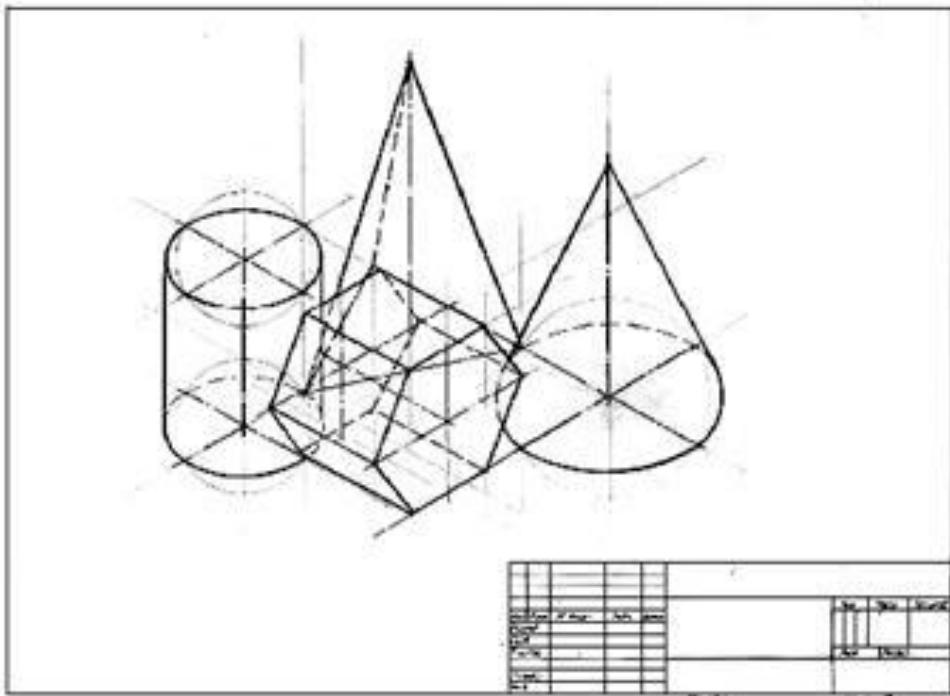

Рисунок 22 - Пример выполнения практической работы
7. Проверте правильность построений. Обведите чертеж, рис. 22.